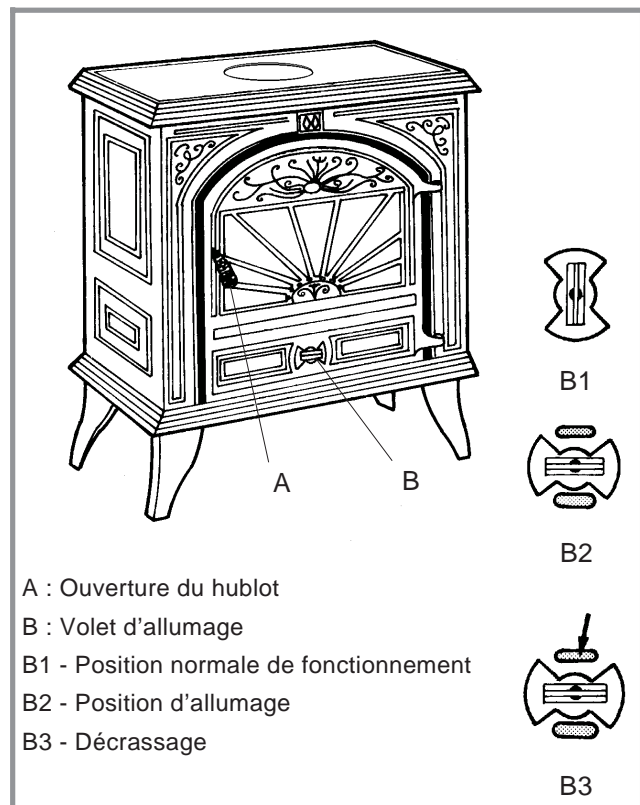

Fig. 9 - Organes de manoeuvre
- Insérer le tisonnier dans l'ouverture du haut (fig. 9 - B3)